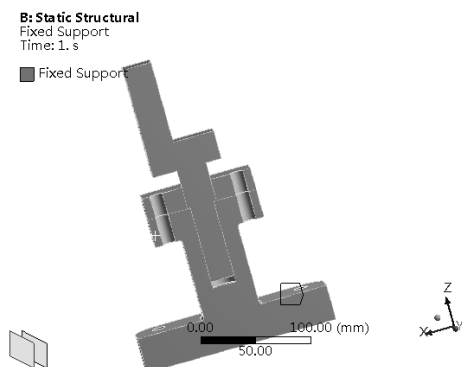

图 13-72 对称面选择
Step6 :按住 Ctrl 键 ,选择如图 13-72 所示的所有对称面。